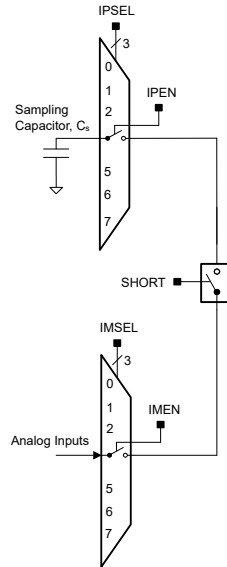

図 6-9. コンパレータ・ショート・スイッチ
図 6-9 に示すように、必要なサンプリング時間はサンプリング・コンデンサ (CS) のサイズ、ショート・スイッチ (R) と直列に接続された入力スイッチの抵抗、外部ソース (RS) の抵抗に比例します。サンプリング・コンデンサ CS は 100pF より大きい必要があります。サンプリング・コンデンサ CS を充電する時定数 τ は、以下の式で計算できます。